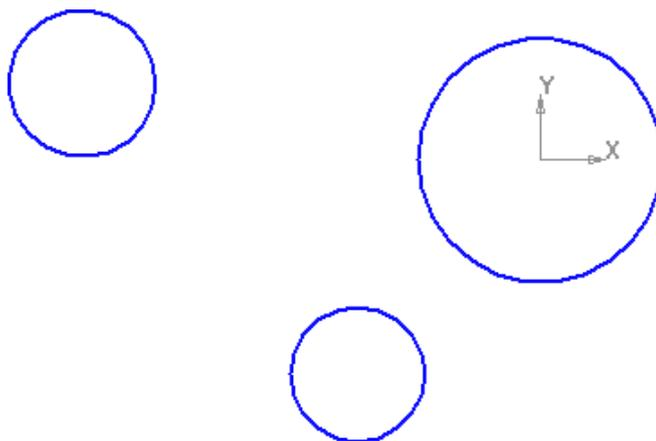

Рисунок 7.
- Таким же образом постройте нижнюю окружность. Координаты ее центра по оси X -60 мм, по оси Y -70 мм, а радиус 22 мм (рис. 7).